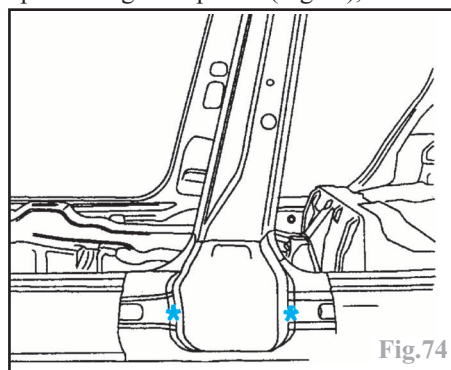

Fig.74
-par fraisage des points (Fig.74),